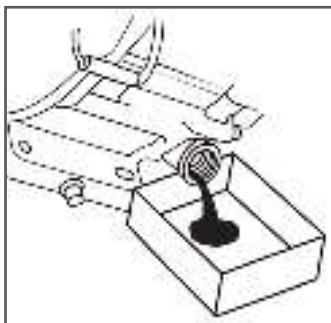

Рис. 33. Замена масла в двигателе
(1) Техническое обслуживание должно осуществляться более часто, при работе в пыльных условиях.
(2) Данный вид работ необходимо выполнять в авторизованном сервисном центре.
6. Подставьте ёмкость для масла под маслосазливную горловину, открутите крышку-щуп и слейте отработанное масло в подготовленную для этого емкость через маслосазливную горловину (Рис. 33).